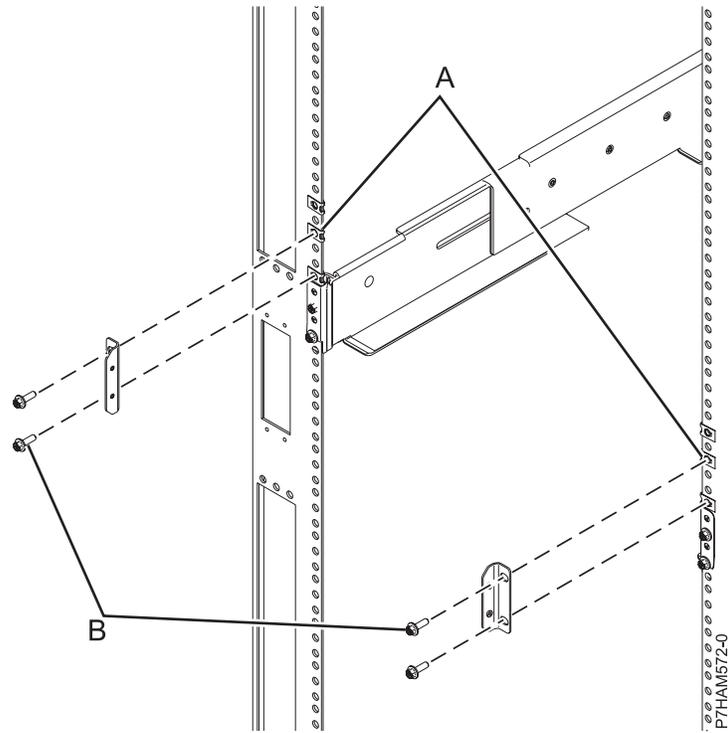

Figure 13. Installation des supports de fixation
- m. A l'arrière de l'armoire, installez des supports de fixation **(A)** sur les brides d'armoire gauche et droite, comme illustré dans figure 13, à la page 15. Installez chaque support en fixant des vis M5 **(B)** aux deux emplacements juste au-dessus de la bride de la glissière à l'endroit où les écrous clip ont été installés.